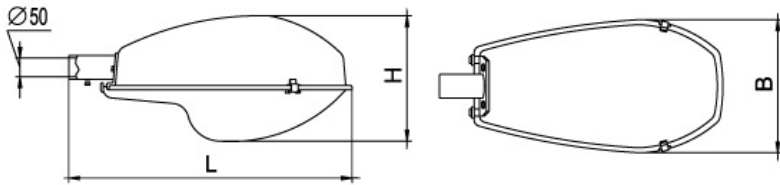

Рис. 1. Общий вид светильника
- 4.1 Общий вид светильника приведен на рис. 1.